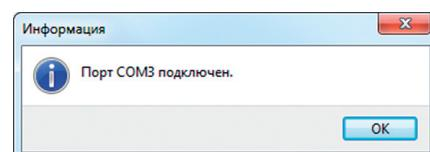

Рис. 3
11. Скомпилируйте и запустите программу. Если при наборе текста программы вы не допустили ошибок, то увидите следующий результат. Программа найдёт все существующие на вашем компьютере COM-порты и активирует самый первый из них (с наименьшим номером). На экране появится первое окно с сообщением о том, что соответствующий порт подключен (рис. 3), а затем второе окно с